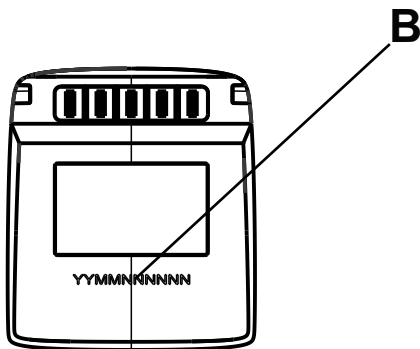
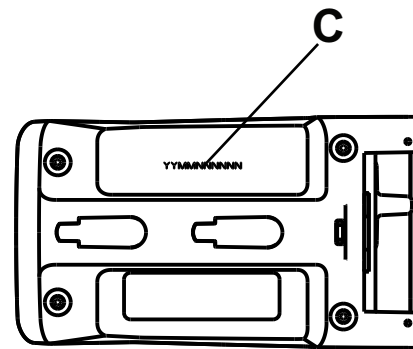

Figura 4 – Ubicación del número de serie de la batería Alvarium
Figura 5 – Ubicación del número de serie del cargador Alvarium
Consulte las ubicaciones de los números de serie de la batería (B) y del cargador (C) más abajo (Figura 4 y Figura 5).